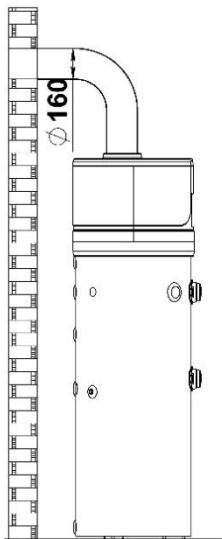

Fig. 5a – Exemplu de conductă de evacuare
- Alimentare cu aer din cameră (încăperea) și expulzarea frigului afară. (**Fig. 5a**). – E nevoie de existența unor orificii pentru acces a aerului în încăperea. Încăperea să fie cu un volum de minim 20 m³
În caz de conectare conform schemelor (Fig. 5a și 5b) **ESTE NECESAR** a se construi un sistem de conducte de aer, care să răspundă la următoarele exigențe: